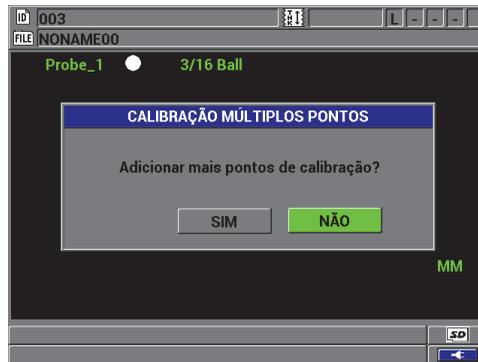

Figura 4-9 Adição de pontos de calibração adicionais
7. Pontos de calibração adicionais (multiponto): O instrumento irá perguntar se o utilizador quer adicionar pontos de calibração adicionais (ver a Figura 4-9 na página 90). Selecionar **NÃO** concluirá a calibração padrão (básica), e selecionar **SIM** (multiponto) permitirá ao utilizador adicionar até oito pontos de calibração adicionais.